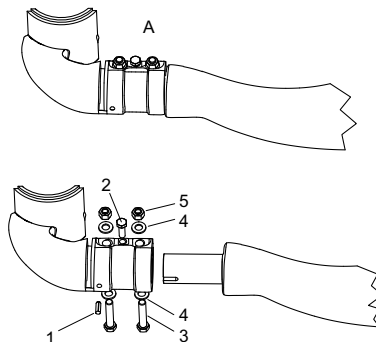

Рис. 12 SFG.xx.180/230
1. Проверьте предварительно установленные штифты (1). Они используются только для выбора положения.
2. Затяните винт (2), чтобы расширить раствор зажима.
4. Отвинтите винт (2).
5. Нанесите резьбовой фиксатор Loctite 243 на резьбу болта (3).
7. С помощью динамометрического ключа затяните обе гайки (5) с моментом затяжки 100 Нм (A4-80).
8. Визуально проверьте, чтобы лопасть действительно выглядела так, как поз. А на рис. 12.